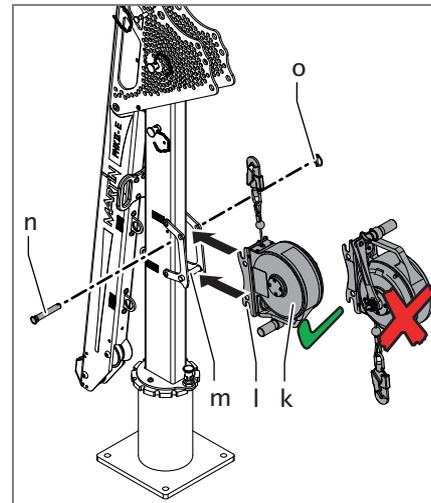

Fig. 19 Montaggio
6. Fissare l'elevatore di soccorso e di sicurezza in altezza (k) tramite la scanalatura (l) sul perno (m) (come indicato nella Fig. 19).